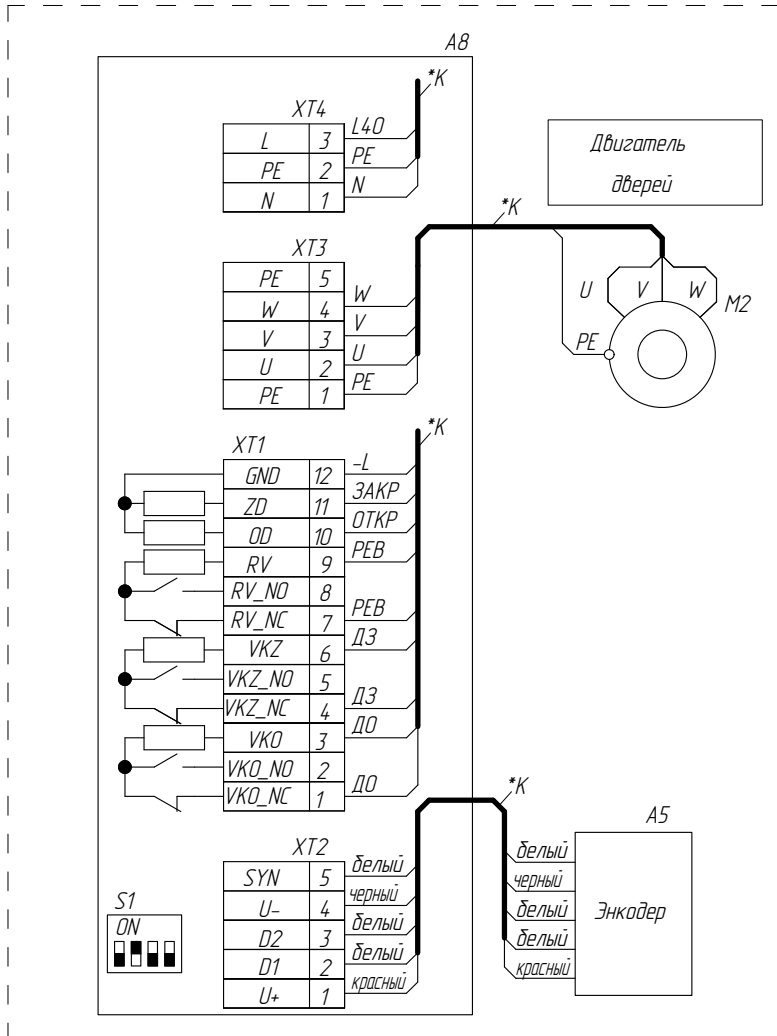

Рисунок 1 - Цепь реверса
- Для правильного подключения цепи реверса (см. рис. 1) установить в основной панели перемычки согласно таблице 1.
- Для дверей центрального открывания с проемом 1200мм выключатель малой створки SD3-A подключить на клеммы 92, 92-1 (см. рис. 1).